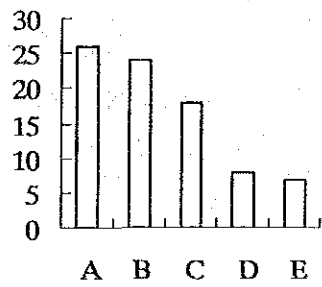
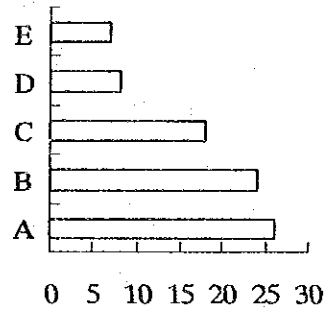

図1-1 縦棒グラフ
図1-2 横棒グラフ
棒を垂直に並べた縦棒グラフ（図1-1）と棒を水平に並べた横棒グラフ（図1-2）とがあります。どちらを書いても結構です。
- (f) **目盛の数字** 縦棒グラフは左外側に（図1-1、1-3）横棒グラフは下側に書く（図1-2）。基軸線の位置はゼロを記入する。